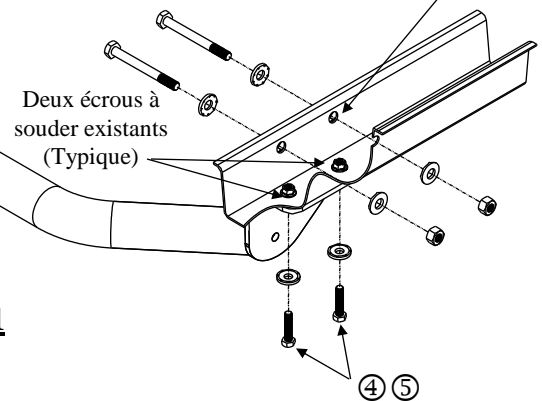

Figure 1
3. Soulever l'attelage en position et insérer les boulons M12 à travers le support et le cadre, comme illustré à la figure 1. La tige de positionnement du pare-chocs peut gêner la visserie de l'attelage. Si nécessaire, utiliser une meuleuse angulaire pour découper la tige de positionnement jusqu'à son épaulement afin de procurer le dégagement nécessaire à la visserie.
4. Insérer les boulons M10 à travers le support et le support, comme illustré à la Figure 1 (serrer à la main).